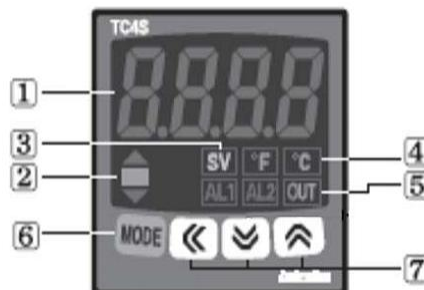

Рис.8. Температурный контроллер.
2. Компоненты управления горелки на электрическом шкафу Рис.8
После того как температура в подогревателе топлива (Рис. 6, поз. 9) стала на 6 °С ниже заданной на температурном контроллере (Рис. 8) выключается AL-1 и подается команда на включение Горелки. На блоке управления Горелкой загорается зеленый индикатор «Сеть» (POWER) и Горелка находится в режиме ожидания, готовая к запуску.